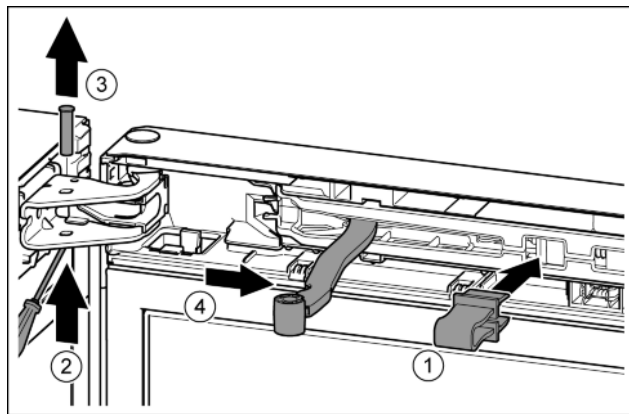

Fig. 8
- ▶ Pojistku nechte zapadnout do otvoru. Fig. 8 (1)
- ▶ Šroubovákem vysuňte čep. Fig. 8 (2)
- ▶ Čep vytáhněte nahoru. Fig. 8 (3)
- ▶ Otočte kloub směrem ke dveřím. Fig. 8 (4)